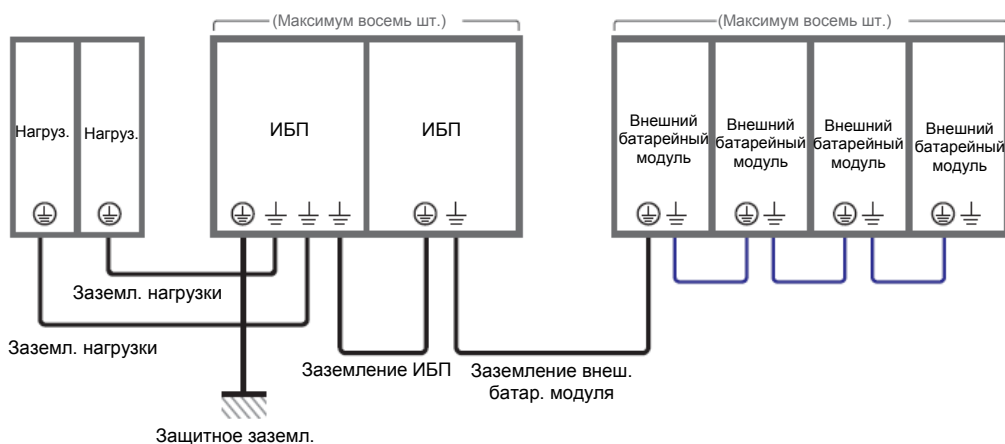

Рисунок 5-25: Схема заземления параллельных ИБП
- 4) См. **Рисунок 5-25** для заземления параллельных ИБП, внешнего батарейного модуля (модулей) и важных нагрузок.